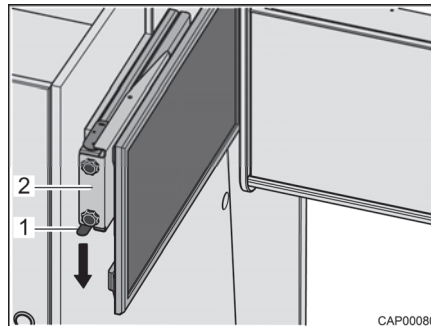

Fig. 70 Base estraibile con schermo piatto
- Premere verso il basso la molla d'arresto (Fig. 70,1) ed estrarre orizzontalmente la base estraibile (Fig. 70,2) con lo schermo piatto in direzione del centro del veicolo.
- Spingere orizzontalmente verso l'interno la base estraibile (Fig. 70,2) con lo schermo piatto fino all'arresto. La molla d'arresto (Fig. 70,1) scatta in posizione.